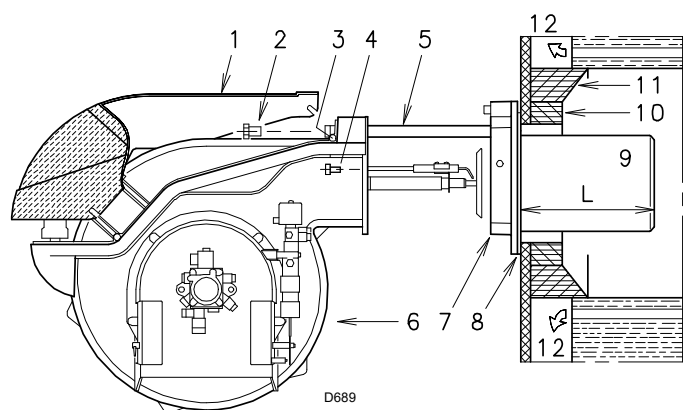

Рис. 7
5.4 Длина жаровой трубы (Рис. 7)
Для котлов с водоохлаждаемой передней стенкой облицовка огнеупорным материалом 10) -11) (Рис. 7) необязательна, если это не требуется заводом-изготовителем.
Затем закрепите фланец 7) (Рис. 7) к плите котла, вставив между ними прокладку 8) из комплекта поставки горелки. Используйте также 4 винта из комплекта, предварительно покрыв резьбу средством от заедания (густой смазкой для высоких температур, составными смесями, графитом).
- Откройте горелку на направляющих, как показано на Рис. 7 стр. 12.